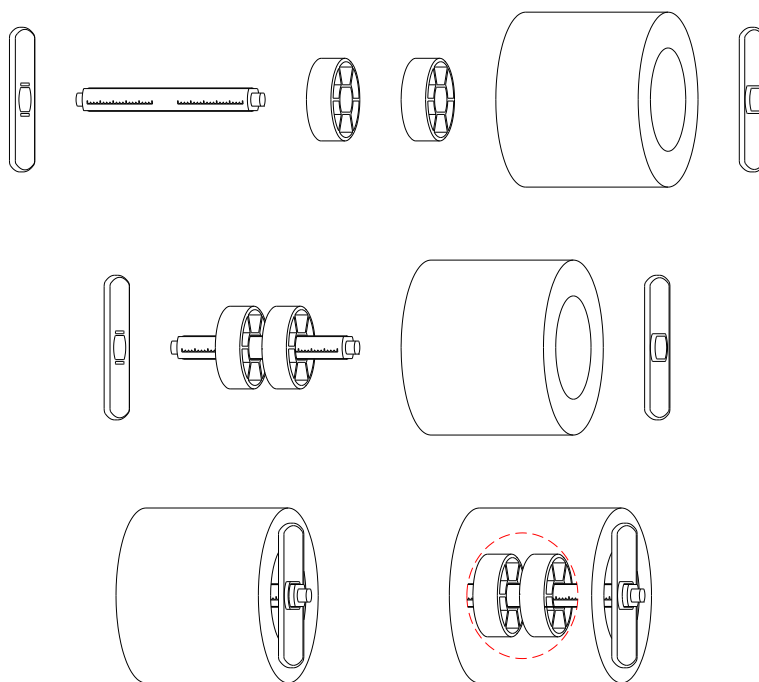

图 2-5
2. 取出纸卷轴，将纸卷套入纸卷轴（如果是 3 英寸大纸芯的纸卷，请套入纸卷轴套筒），将两个纸卷挡板分别从两边套入纸卷轴，光滑面朝向纸卷，如图 2-5 所示。